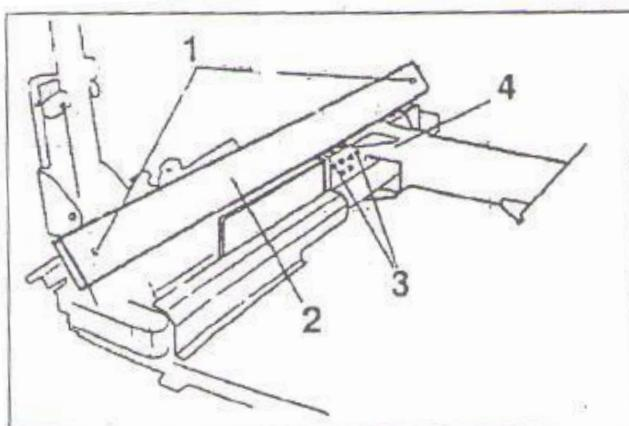

Рис. 8.5
- с) Открутить винты крепления защиты (1, рис. 8.5), снять защиту цепи (2, рис. 8.5).
- д) Открутить гайки (3, рис. 8.5) каждого верхнего башмака каретки (4, рис. 8.5).
- г) Затянуть четыре контргайки (3, рис. 8.5).
- и) Установить защиту на цепь V2 (рис. 8.5).